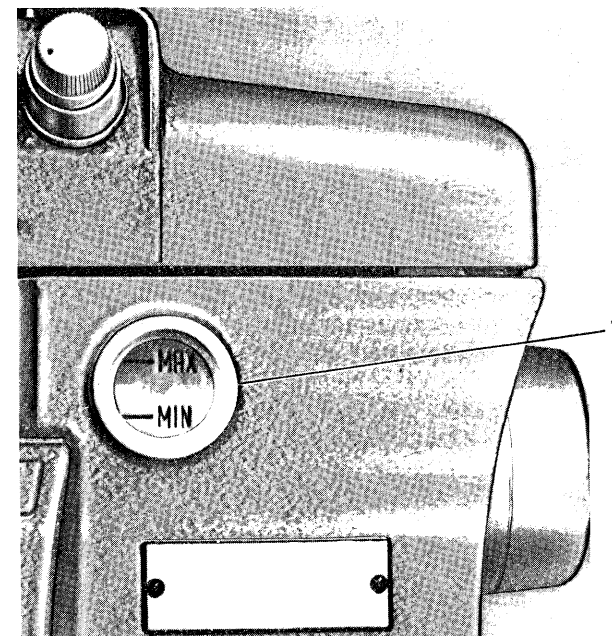

Fig. 4
2. Pour un remplissage complet verser dans le trou environ 600 gr. d'huile et contrôler que l'huile atteigne un niveau se rapprochant du max entre les deux lignes de référence du témoin 1 (fig. 4)
2. For a full supply pour about 600 grams of oil into the hole and check that the oil reaches a level close to max between the two reference lines on indicator 1 (fig. 4).